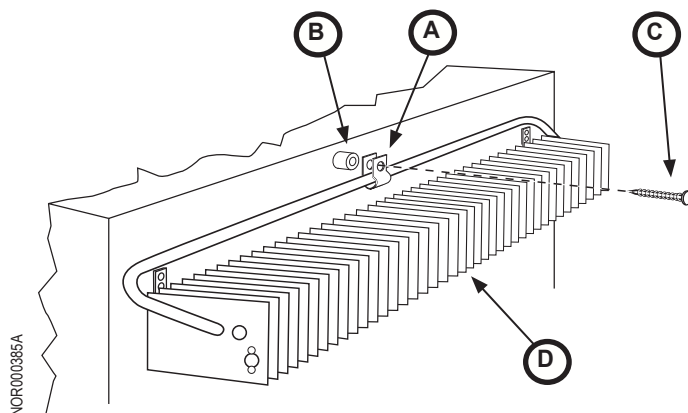

Fig. 14 - Numéro de série 10086691 et moins
- Pour les numéros de série 10086691 et inférieurs, utilisez l'attache en boucle (Fig. 14, A), la cale (Fig. 14, B) et la vis auto-perforeuse (Fig. 14, C) pour fixer le condenseur (Fig. 14, D) au meuble du réfrigérateur. N'utilisez pas les supports se trouvant à chaque extrémité du condenseur.